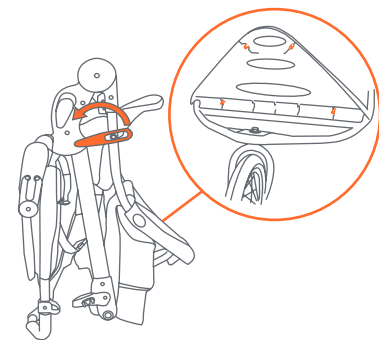
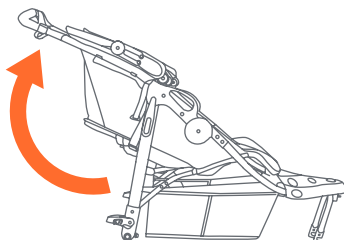

Fig. 1a
Fig. 1b
Si es necesario ensamblar, (Fig. 1a), vea la Pagina 35.
- 1) • Destrabe la palanca de liberación (Fig. 1a) y despliegue el armazón del carrito tirando hacia arriba del manubrio del carrito hasta que se trabe el armazón (Fig. 1b).